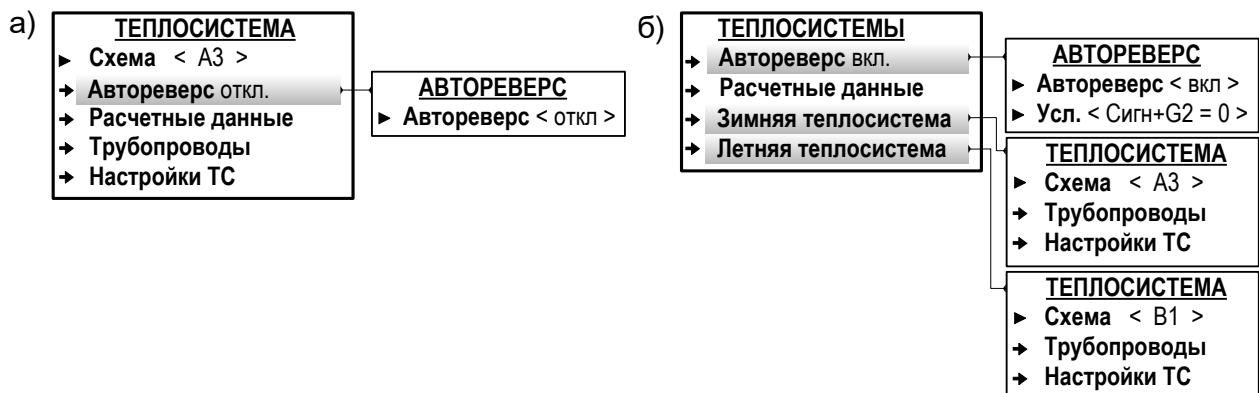

Рис.18. Вид меню при назначении одной (а) и двух (б) схем теплоучета (режим СЕРВИС).
7.4.3.2. Чтобы назначить «зимнюю» схему теплоучета фиксированной конфигурации необходимо в режиме СЕРВИС в меню **Теплосистема** (рис.18.а) для параметра **Схема** выбрать из списка и установить обозначение требуемой схемы теплоучета. При этом произойдет инициализация ТВ (на дисплее некоторое время будет отображаться надпись **Идет настройка конфигурации**), в результате которой будет установлена расчетная теплосистема соответствующей конфигурации. Преобразователи расхода, температуры и давления в порядке возрастания их индексов будут автоматически распределены по расчетным трубопроводам расчетной теплосистемы и программно подключены к ним.
- а) в подменю **Теплосистема / Автореверс** для параметра **Автореверс** установить значение **вкл**. После чего появится индикация подменю **Зимняя теплосистема** и **Летняя теплосистема** (рис.18.б);